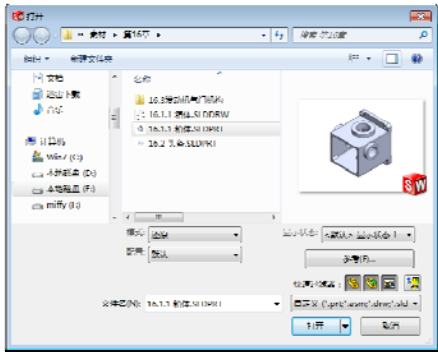

图 16-65 【打开】对话框
- 01 启动 SolidWorks 2014，单击【标准】工具栏中的【打开】按钮，系统弹出【打开】对话框，如图 16-65 所示。